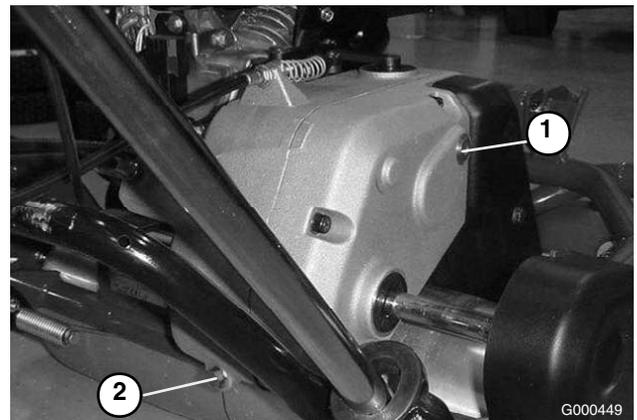

Figura 27
2. Retire el tapón de verificación/llenado del lado derecho de la transmisión (Figura 27).